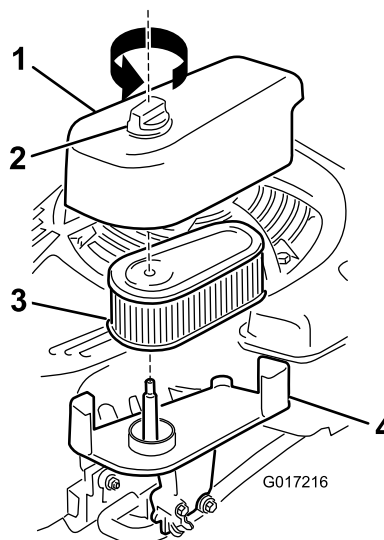

Рисунок 28
1. Ослабьте фиксатор и снимите крышку воздушного фильтра (Рисунок 28).